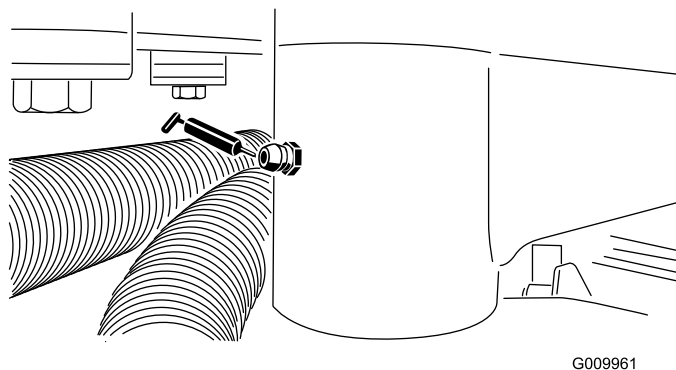

Figure 38
- Engrenages de direction (2) (sous la jupe en dessous du secteur denté de direction) et arbre de direction (2) (Figure 38)